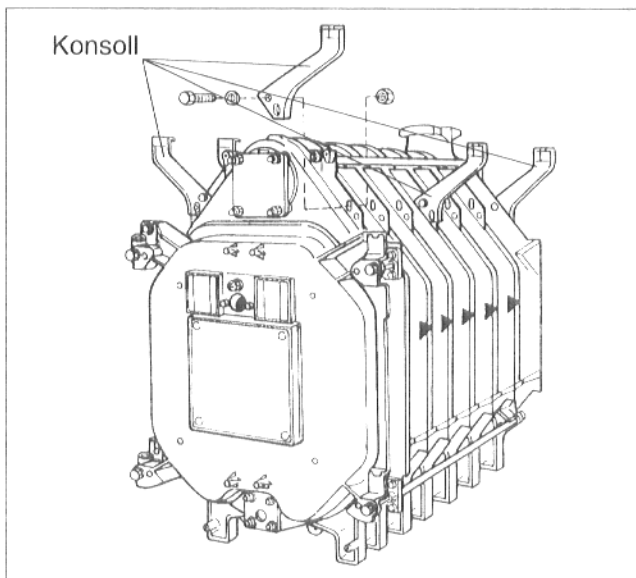

Fig. 29
- Konsollene til kjelemantelen skrues løst på de øvre ribber, på høyre og venstre side av kjeleelementene i henhold til tabell 9.1, fig. 27 og fig. 29.